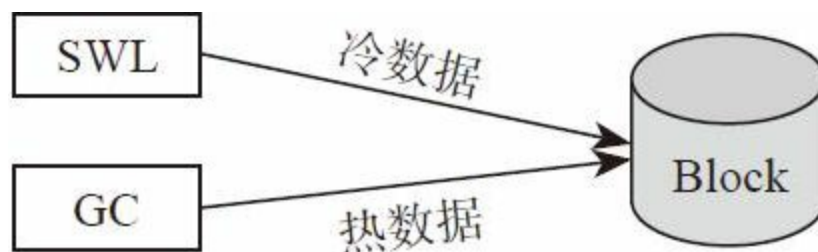

图4-40 SWL和GC数据写在一起
2) SWL数据和GC数据混在一起写在同一个闪存块上，如图4-40所示。